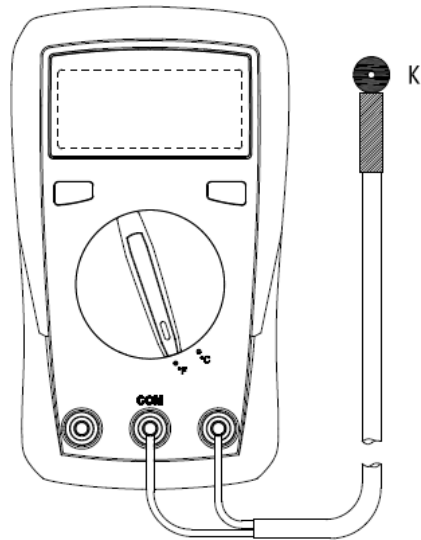

Figura 5
**9. Măsurarea temperaturii (doar pentru UT131C, consultați Figura 5)**